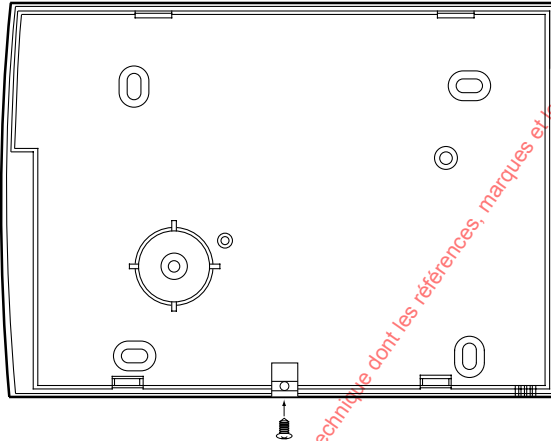

Figure 5. Embase du clavier 09930FR-00
L'embase du clavier 09930FR-00 comporte une cale ajustable qui doit être utilisée afin de vérifier que le contact d'autoprotection fonctionnera correctement si le clavier doit être installé sur une surface inégale. La figure 5 ci-dessous représente l'embase du clavier ainsi que la position des trous de fixation.
2. Maintenir l'embase contre le mur et marquer l'emplacement du trou central dans la cale ajustable (se reporter à la figure 5).
Le secondaire du transformateur secteur est raccordé sur le circuit imprimé principal (se reporter à la figure 5 pour connaître l'emplacement de ce secondaire).